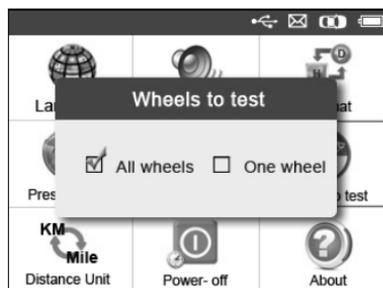

Figura 3.8
- 2) Dalla schermata **Ruote da sottoporre al test**, utilizzare i pulsanti di scorrimento **SU/GIÙ** e **DESTRA/SINISTRA** per selezionare la modalità di test del sensore su **Tutte le ruote** o **Una sola ruota**. (Figura 3.8)